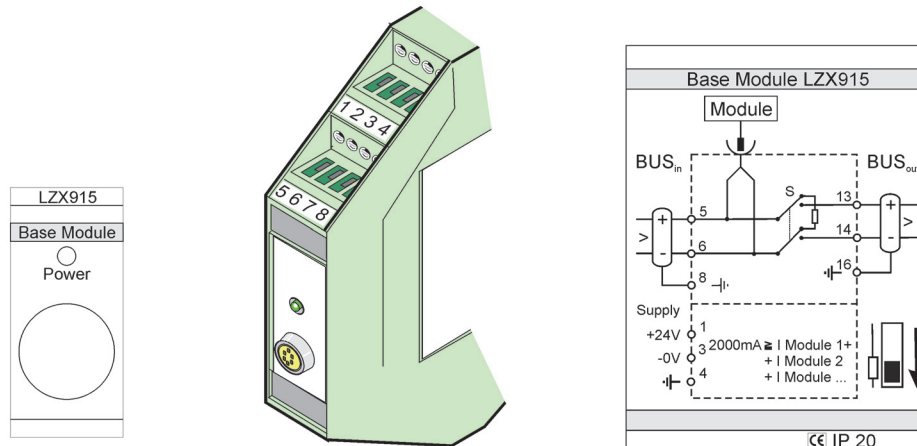

Рисунок 77 Внешний базовый модуль
4. Выполните соединения, как показано на Рисунок 77 и Таблица 50.